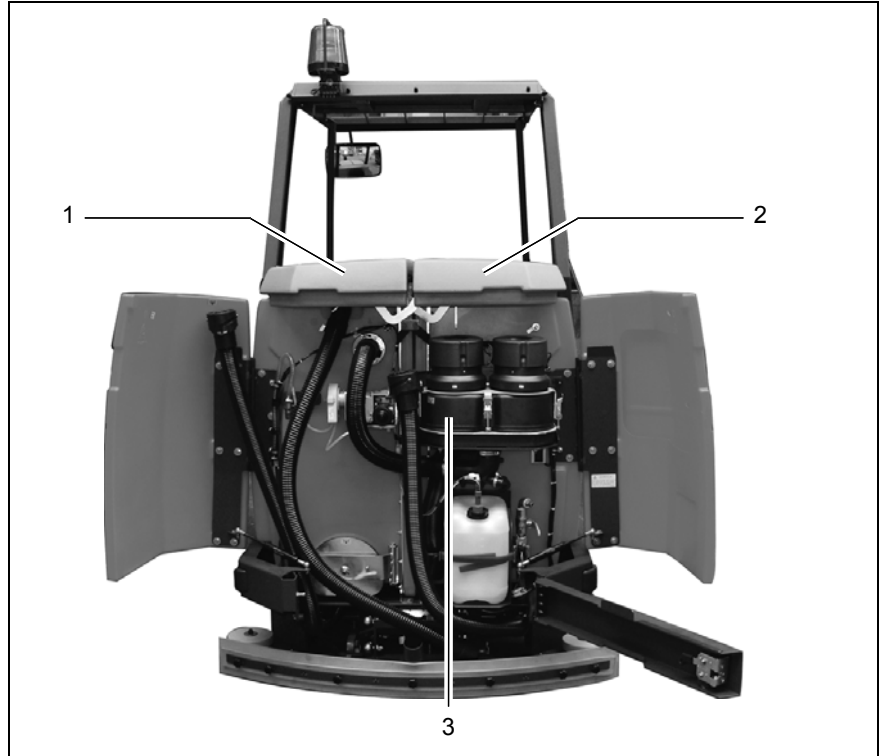

Abb. 14
3.1.4 Saugturbinen (Absaugung) (Abb. 14/3)
(Abb. 14/2)
(Abb. 14/1)